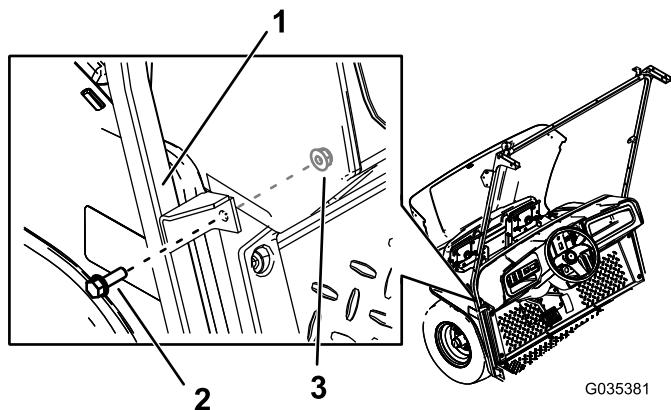

Figure 5
4. Fixez la patte centrale du support de pare-brise à la machine en insérant 2 boulons à embase hexagonale ($5/16$ " x 1") et 2 écrous ($5/16$ ") dans les trous que vous avez percés (Figure 5).